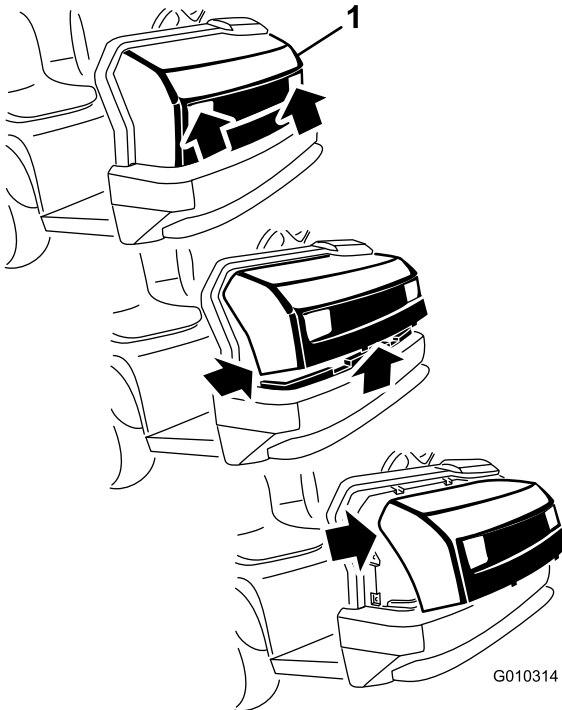

Figura 2
1. Sujete el capó por los orificios de los faros y levántelo para poder liberar las pestañas de montaje inferiores de las ranuras del bastidor (Figura 2).
2. Gire hacia arriba la parte inferior del capó hasta que pueda retirar las pestañas de montaje superiores de las ranuras del chasis(Figura 2).
3. Gire hacia adelante la parte superior del capó y desenchufe los conectores de cables de los faros (Figura 2).